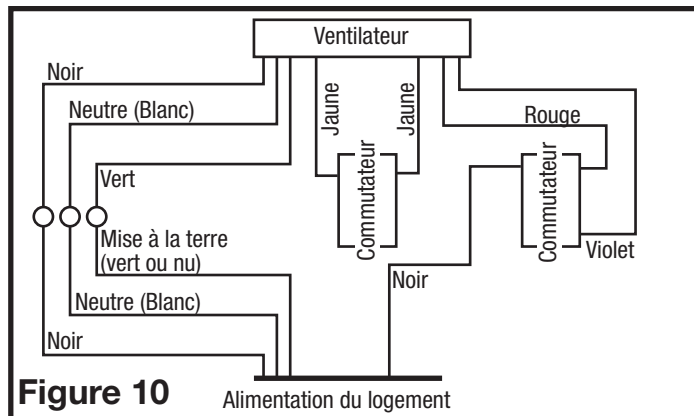

Figure 10
4. Pour les ventilateurs à deux vitesses, raccordés pour une ventilation continue, connectez le fil blanc du ventilateur au fil blanc (neutre) de la source d'alimentation. Connectez le fil de terre de la maison au fil vert du boîtier du ventilateur. Connectez le fil noir du ventilateur au fil noir (chaud) de la source d'alimentation. Le ventilateur fonctionnera à faible vitesse, en continu, et augmentera à haute vitesse sur une hausse de l'humidité. Utilisant un interrupteur correctement mis à terre, connectez 1 fil jaune de chaque côté de l'interrupteur. Fermer l'interrupteur changera la vitesse de normale à haute vitesse. Utilisez un interrupteur à bascule standard duplex correctement mis à terre (comme Leviton 5224-2W, non inclus) pour relier le fil noir de la source d'alimentation au côté de l'interrupteur de haut et de bas. Connectez le fil rouge (lumière) du boîtier du ventilateur à l'autre côté de l'interrupteur du haut et connectez le fil violet (veilleuse) du boîtier du ventilateur à l'autre côté de l'interrupteur du bas. Un interrupteur à commande manuelle (non inclus) peut être utilisé pour éteindre manuellement le ventilateur (Figure 10).